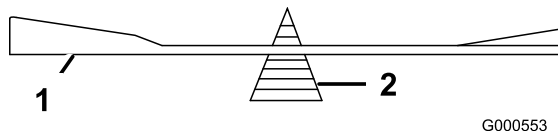

Figure 53
2. Vérifiez l'équilibre de la lame en la plaçant sur un équilibreur (Figure 53).